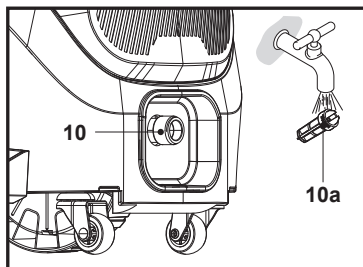

Fig. 24
2. Remova o filtro (10a) do conector de entrada de água (10) e enxague sob água corrente para remover quaisquer objetos estranhos (Fig. 24). Em seguida, volte a instalar o filtro (10a).